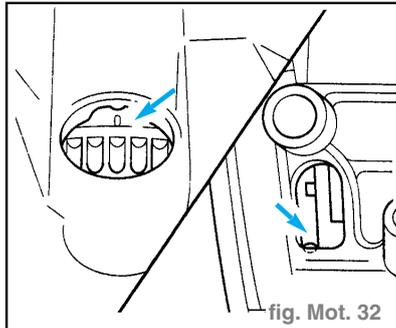

fig. Mot. 32
- Amener le volant-moteur **-A-** ou le disque d'entraînement **-B-** au PMH du cylindre 1. (fig. Mot. 32)